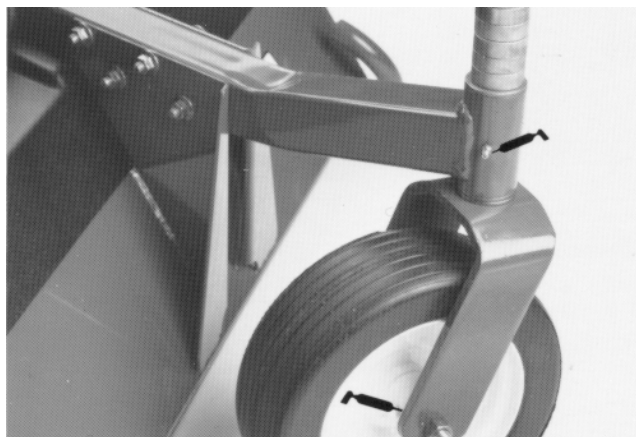

Figure 14
- bagues d'axes de roues pivotantes avant (Fig. 14)
- roulements de roues pivotantes (Fig. 14 et 15).